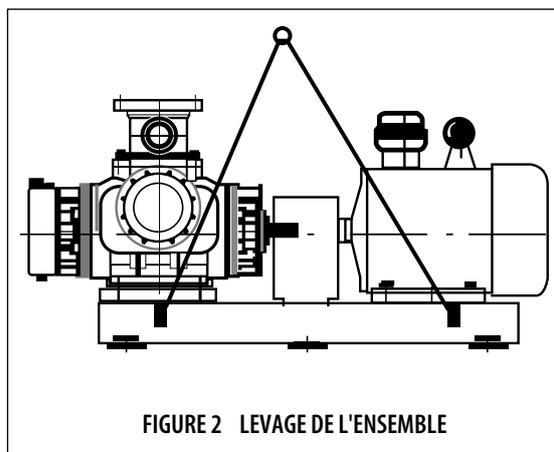

FIGURE 2 LEVAGE DE L'ENSEMBLE
3. Pour lever la pompe (moteur compris), fixer la chaîne au crochet de la plaque d'assise. S'assurer qu'aucun tuyau ni élément auxiliaire fixé n'est endommagé. Voir figure 2 pour référence.